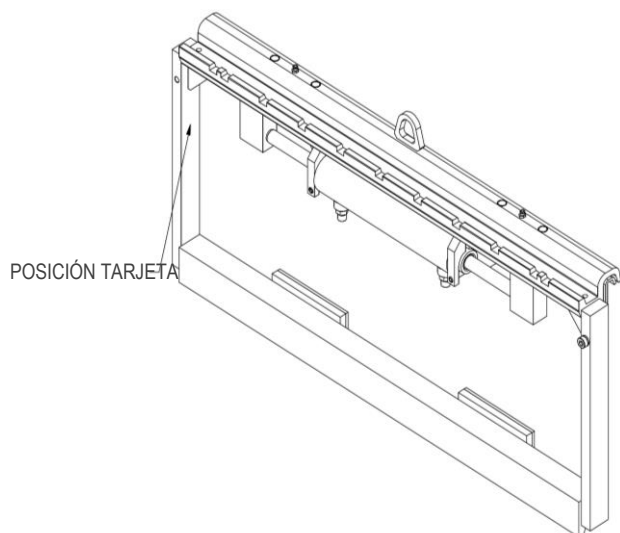
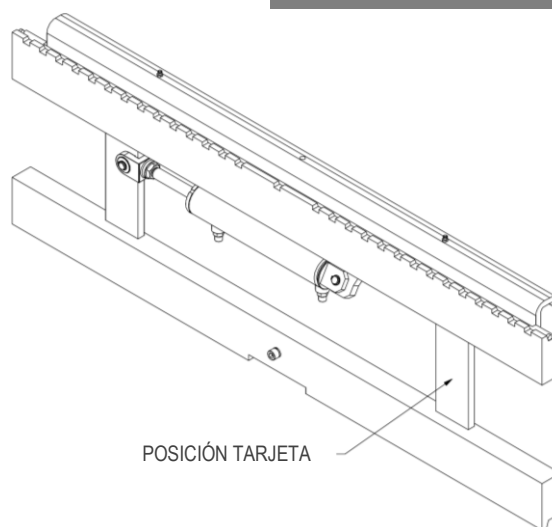

Figura 1
Figura 2
Todos los equipos A.T.I.B. - DESPLAZADOR LATERAL TIPO 209 / 109 / 108 son identificados de una tarjeta adhesiva (mirar *Tabla 1*) puesta sobre el equipo (mirar *Figura 1*, *Figura 2*), siempre referirse a la matricula.
6. Para la manipulación, utilice correas o cadenas del tamaño adecuado para el peso del equipo indicado en la tarjeta (mira *Figura 1* y *Tabla 1* a pag. 6).
10. Conecte el circuito hidráulico; asegurándose de que la presión de trabajo de las tuberías sea superior o igual a la indicada en la tarjeta identificadora (mira *Figura 1* y *Tabla 1* a pag.6).